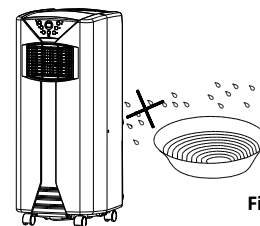

Fig.3
- Ne pas utiliser dans un environnement humide (Fig.3).